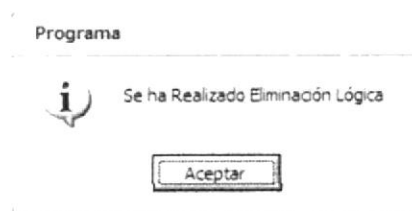

Figura 5.23 Mensaje de Eliminación de Forma
3. Si se ha realizado la eliminación aparecerá el mensaje (Ver figura 5.23)